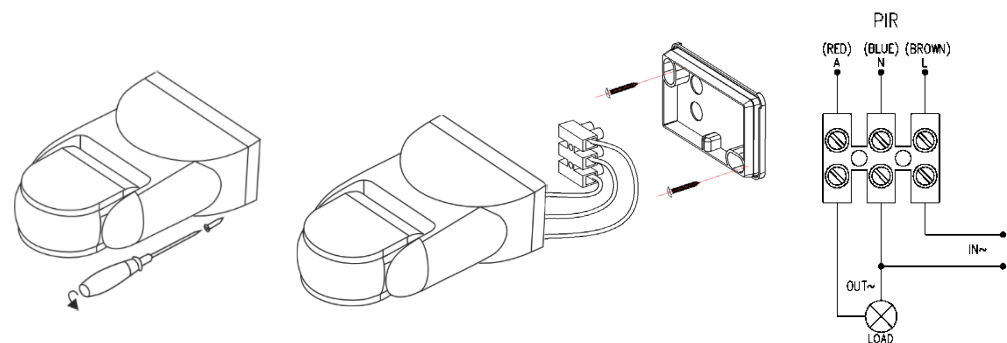

Рис. 2 Схема монтажа
5. Подключите питание. Настройте и протестируйте датчик движения, затем закрепите (рис. 2) его в заранее подготовленном месте.